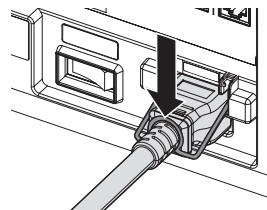

Abb. 4
- 4) Halten Sie die Netzkabelhalterung gedrückt, bis das Ende der Netzkabelhalterung am Netzkabel einrastet, um das Netzkabel zu sichern. (Abb. 4)